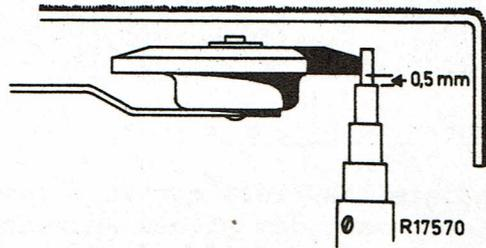

Fig. 4
7. La roue intermédiaire doit être perpendiculaire par rapport à la poulie et le plateau et dans chaque position il doit se trouver libre de 0,5 mm des étages de poulie (voir fig. 4). Dans la fig. 6 est indiqué comment on peut régler l'étrier de la roue intermédiaire, si la roue intermédiaire se trouve trop bas sur la poulie.